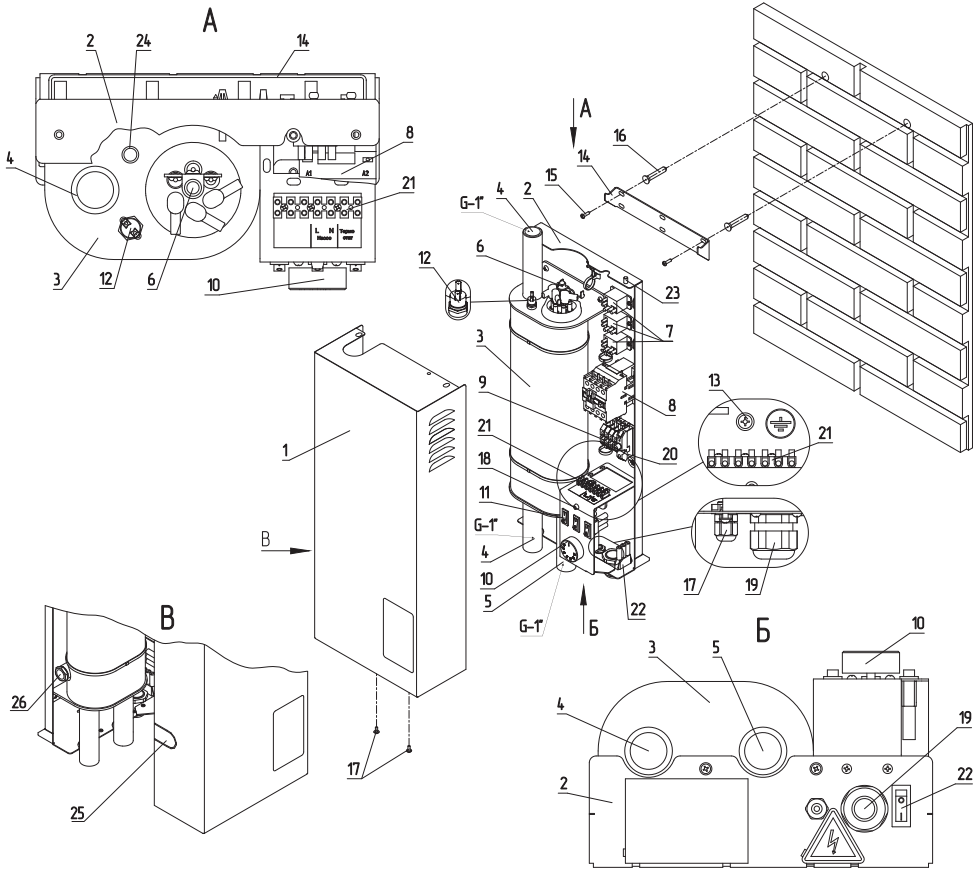

Рис. 1 Конструкция отопительного котла
Закрепите настенный кронштейн на вертикальной поверхности в необходимом месте с помощью шурупов, входящих в комплект, и установите на него котел, как показано на **Рис. 1**.
В котле предусмотрено резьбовое отверстие 1/2" для подключения предохранительного клапана или расширительного бака (**Рис. 1, поз. 26**). Перед присоединением необходимо выломать заглушку (**Рис. 1, поз. 25**).
- Присоединить рабочий нулевой провод на клемму нейтраль (N) котла;
- Защитный нулевой провод (PE) подключить на болт «ЗАЗЕМЛЕНИЕ» (**Рис. 1, поз. 13**).
- Перевести выключатель (**Рис.1, поз.22**) в положение ВКЛ;
- По окончании работы котла установите переключатели ступеней в положение отключено (O) и отключите контактор (пускатель) (**Рис. 1, поз. 8**);